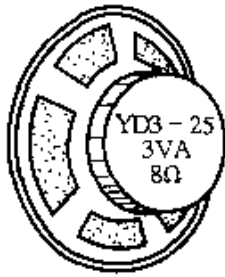

图 2-112
① 额定功率是指扬声器在长期正常工作时所能输入的最大电功率，常用扬声器的功率有：0.1W、0.25W、0.5W、1W、3W、5W、10W、50W、100W 及 200W 等。选用扬声器时，不宜使扬声器长期工作在超过其额定功率的状态，否则易损坏扬声器。
② 标称阻抗是指扬声器工作时输入的信号电压与流过的信号电流之比值，是指交流阻抗，在数值上约是扬声器音圈直流电阻值的 1.2~1.3 倍。常用扬声器的标称阻抗有：4Ω、8Ω、16Ω 等，应按照电路图的要求选用。额定功率和标称阻抗一般均直接标注在扬声器上，如图 2-112 所示。
③ 频率范围是指在允许一定的输出声压变化幅度范围内（一般为 -3dB），扬声器的工作频率范围。在一般场合，应选用全频或中音扬声器。在分频音箱中，则应按照要求选用高、中、